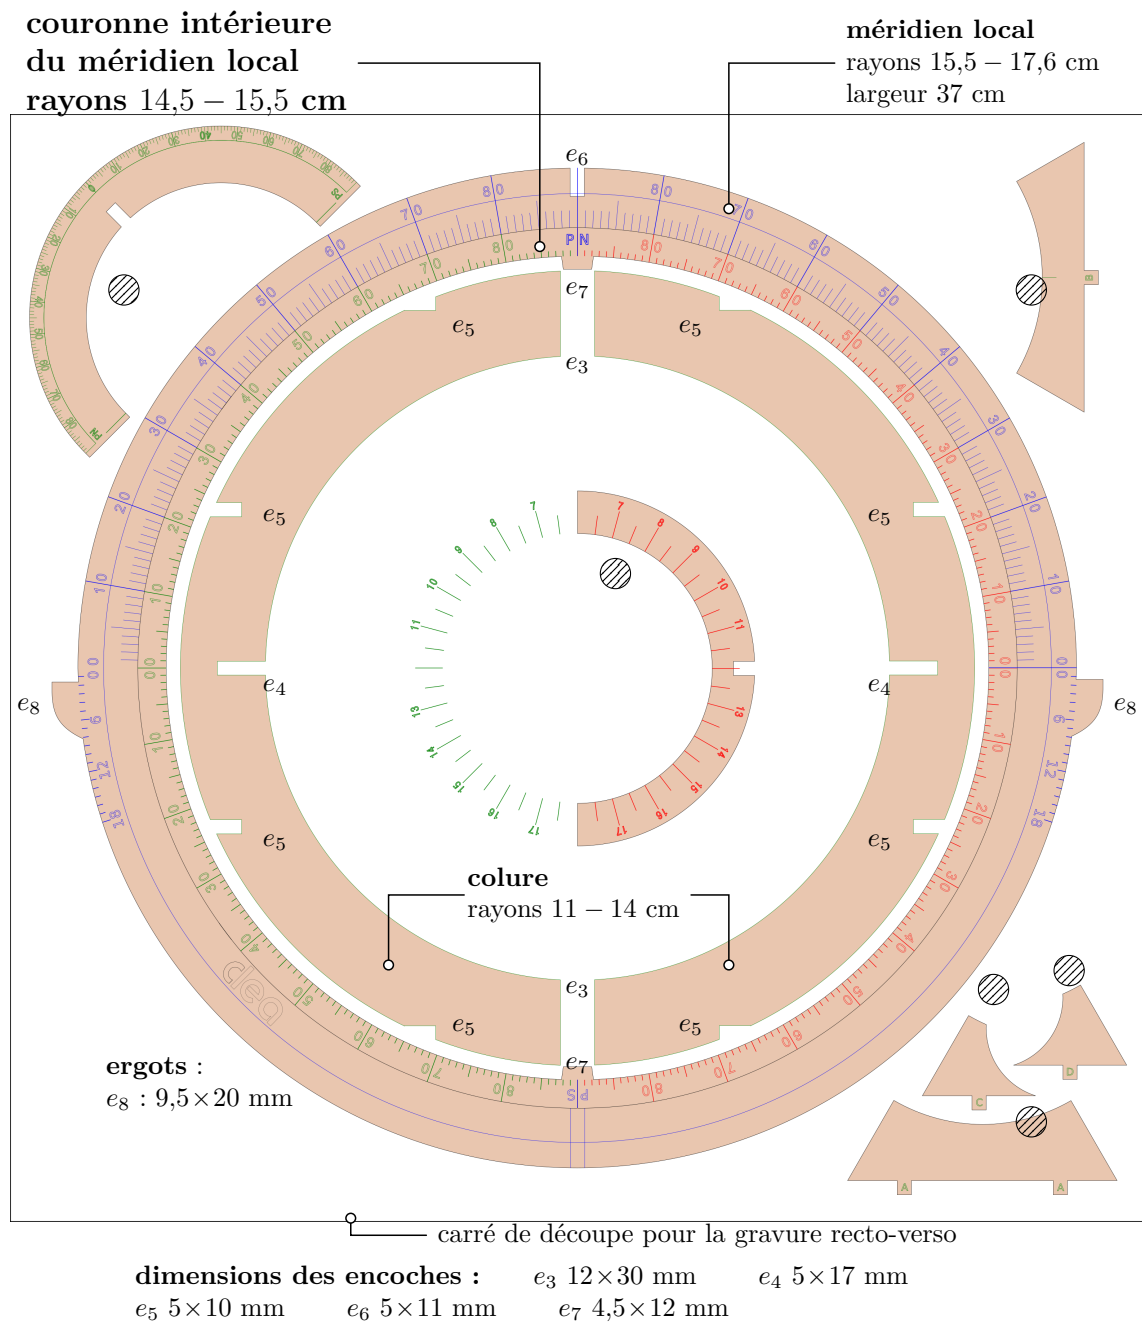

FIG. 2 – La planche P2. Les petites pièces marquées d'un cercle hachuré appartiennent au cadran solaire joint avec la sphère armillaire.
- a) toutes les graduations et chiffres du méridien (**en bleu FIG. 2**) ;
- b) uniquement les graduations et chiffres du demi-cercle de gauche pour la couronne intérieure du méridien local (**en vert FIG. 2**). Il faut **désactiver** la gravure pour le demi-cercle de graduations de droite (**en rouge FIG. 2**) ;